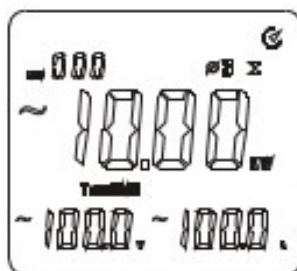

Figura 8-6
- Como se muestra en la figura 8-6, presione la tecla “Σ” para acumular la potencia de la tercera fase.